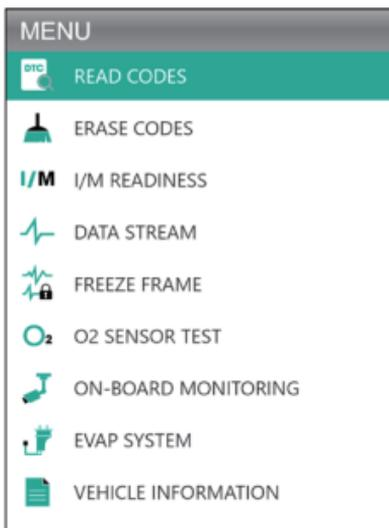

Figure 3.2.2
2. Pour récupérer les codes DTC, sélectionnez Lire les codes (voir la figure 3.2.2), puis appuyez sur [OK]. L'outil d'analyse communiquera avec l'ECU et vous présentera les DTCs.